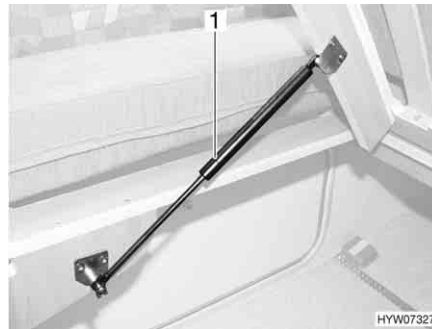

Fig. 88 Letto fisso
- Sollevare il telaio portamaterasso. Le molle a gas (Fig. 88,1) mantengono il telaio portamaterasso in posizione di apertura.